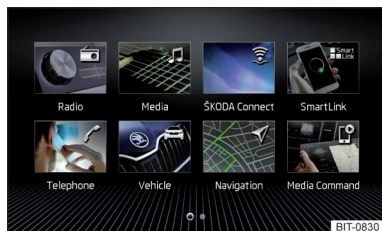
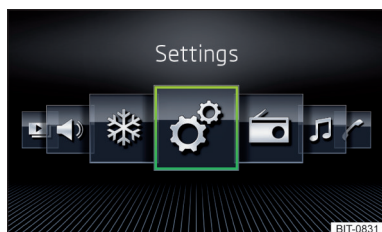

Fig. 173
Fig. 174
- Sélectionnez l'option **Affichage en quadrillage** » fig. 173 ou **Affichage horizontal** » fig. 174.